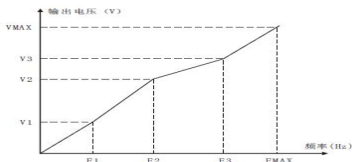

图 5-05 多点 VF 曲线设定示意图
2、图 5-05 为多点 VF 曲线的设定示意图，低频时电压设定过高可能会造成电机过热甚至烧毁，变频器可能会过流失速或过电流保护。